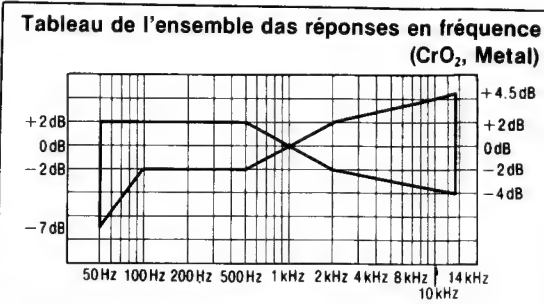

Fig. 14
- Enlever la bande étalon vierge normale et placer la bande étalon QZZCRX (bande CrO₂). Enregistrer les signaux de 50Hz, 100Hz, 200Hz, 500Hz, 1kHz, 4kHz, 8kHz, 10kHz, 12,5kHz et 14kHz. Reproduire ensuite ces signaux et vérifier si la courbe est comprise dans les limites indiquées par le tableau de réponse de fréquence globale pour les bandes CrO₂ (Fig. 14).
- Placer l'UNITE en mode de bande métallique, changer la bande étalon pour la bande étalon vierge QZZCRZ (bande métallique), et enregistrer les signaux de 50Hz, 100Hz, 200Hz, 500Hz, 1kHz, 4kHz, 8kHz, 10kHz, 12,5kHz et 14kHz. Ensuite, lire les signaux et vérifier si la courbe se trouve entre les limites indiquées dans le tableau de réponse en fréquence globale pour les ruban CrO₂ (Fig. 14).